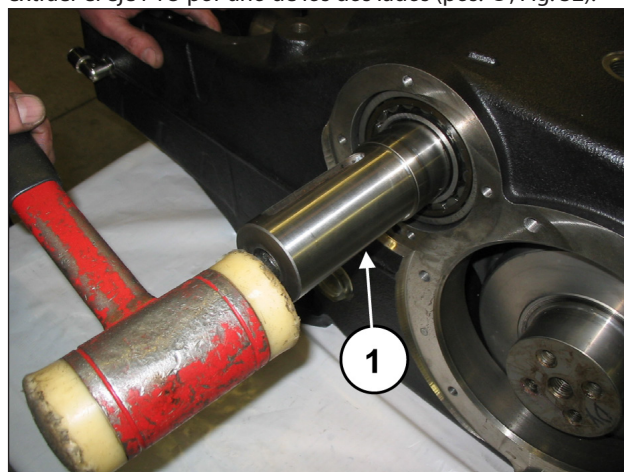
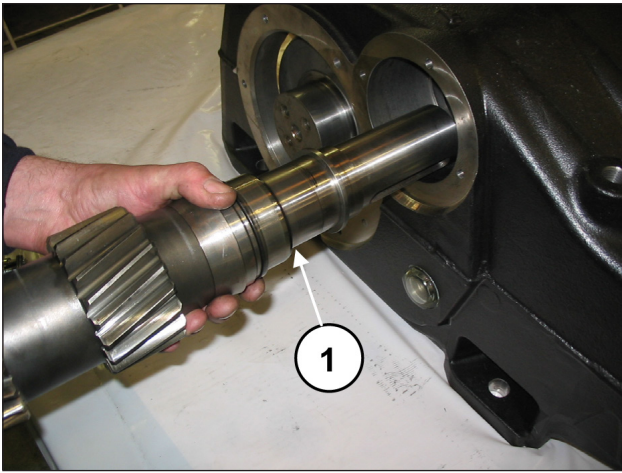

Fig. 31
Fig. 32
Desplazar hacia atrás las tres bielas hasta el final de carrera, de manera que estén en contacto con el eje acodado. Utilizando una herramienta de percusión (pos. ①, Fig. 31), extraer el eje PTO por uno de los dos lados (pos. ①, Fig. 32).